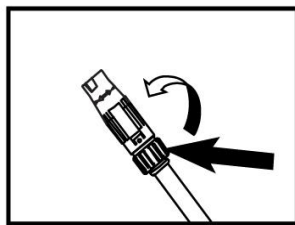

Рис.3
- Отпустите гашетку и убедитесь, что распыление воды полностью прекратилось. Поверните конец распылителя по часовой стрелки (рис. 3). Теперь при